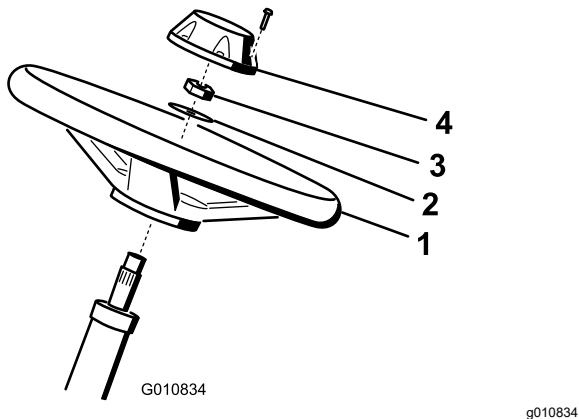

Figure 5
- Glissez le volant sur l'arbre de direction (Figure 5).
- Glissez la rondelle sur l'arbre de direction (Figure 5).
- Fixez le volant sur l'arbre avec un contre-écrou serré à un couple de 27 à 35 N·m (20 à 26 pi-lb) (Figure 5).
- Montez le couvre-moyeu sur le volant et fixez-le avec 6 boulons (Figure 5).